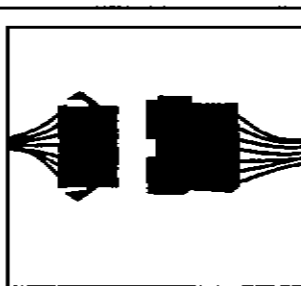

Fig. 3
- Avant que la grille frontale ne puisse être complètement enlevée du caisson, il est nécessaire de débrancher les faisceaux (mâle et femelle) de fils électriques situés directement derrière le panneau de commande de la grille frontale. (Fig. 3)